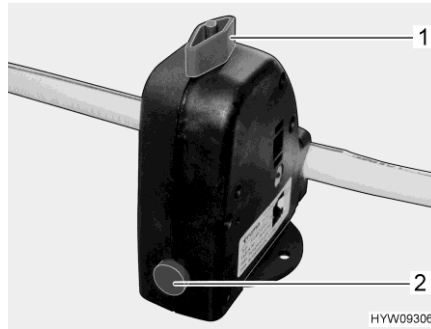

Fig. 166 Valvola di sicurezza/di scarico (boiler)
Il boiler è dotato di una valvola di sicurezza/di scarico (Fig. 166). La valvola di sicurezza/di scarico impedisce che l'acqua congeli nel boiler in presenza di basse temperature esterne, quando il riscaldamento non è acceso.
- Chiudere la valvola di sicurezza/di scarico. A tal fine ruotare la manopola (Fig. 166,1) verticalmente rispetto alla valvola di sicurezza/di scarico e premere verso l'interno il bottone automatico (Fig. 166,2).
- Aprire la valvola di sicurezza/di scarico. A tal fine ruotare la manopola (Fig. 166,1) nel senso della lunghezza della valvola di sicurezza/di scarico. Il bottone automatico (Fig. 166,2) scatta all'infuori. Il boiler viene svuotato verso l'esterno tramite la valvola di sicurezza/di scarico.